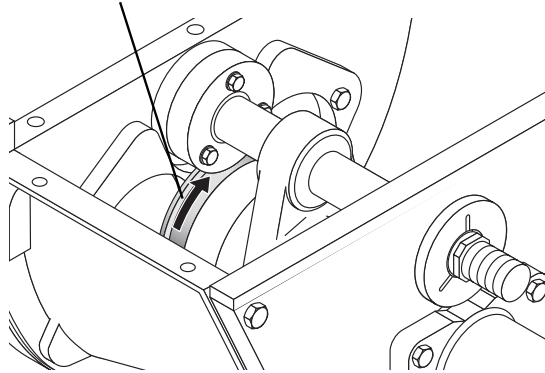

Figura 13
7. Desde adentro de la tolva, golpee suavemente el anillo de corte hacia adelante, hacia la placa ciega. Se debe soltar el anillo. (De no ser así, suelte los pernos de la cubierta un poco más, luego separe suavemente la válvula oscilante un poco más hacia atrás). Haga girar el anillo 90° hacia la derecha (Figura 13). No importa en qué dirección se gire el anillo, pero SHWING recomienda girar hacia la derecha cada vez para evitar confusiones en qué dirección se giró previamente el anillo.